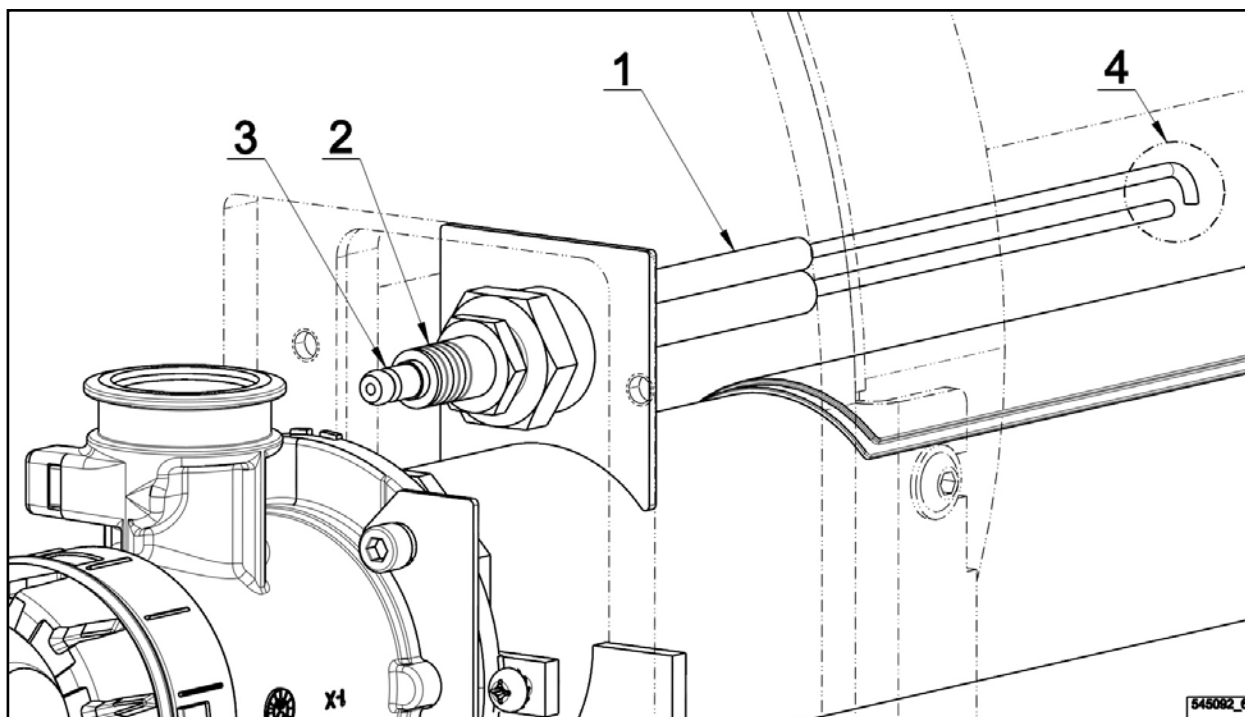

Figura 6.18.
- Elettrodo di accensione ionizzante (1) – figura 6.18. è installato sul lato sinistro del bruciatore sotto la copertura della camera di combustione, nello spazio aperto è portato soltanto il morsetto del connettore. Elettrodo è accessibile dopo il disinserimento del bruciatore.
- La condizione per la corretta funzione dell'elettrodo è l'integrità dell'isolamento ceramico (2), fissaggio e registrazione del morsetto del connettore (3), i bordi sufficientemente taglienti degli elettrodi kanthal® e la loro reciproca distanza (4). La distanza tra gli elettrodi è ~ 3 mm.
- Scarica della scintilla deve avvenire nella zona della scarica (4).
- Figura 6.18. – Elettrodo di accensione e ionizzante